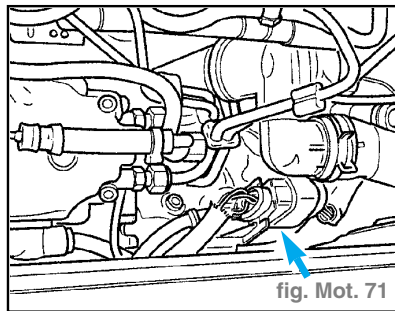

fig. Mot. 71
- Débrancher le connecteur à 10 raccords du transmetteur de température de carburant (connecteur allant au mécanisme de régulation du débit de la pompe d'injection) (fig. Mot. 71).
- Débrancher le connecteur (flèche) (fig. Mot. 71).